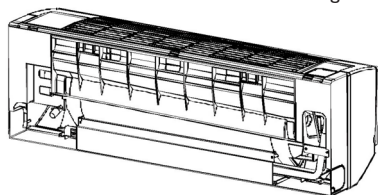

Figura 4.4
- 3 Instale o suporte do tubo (Figura 4.4).